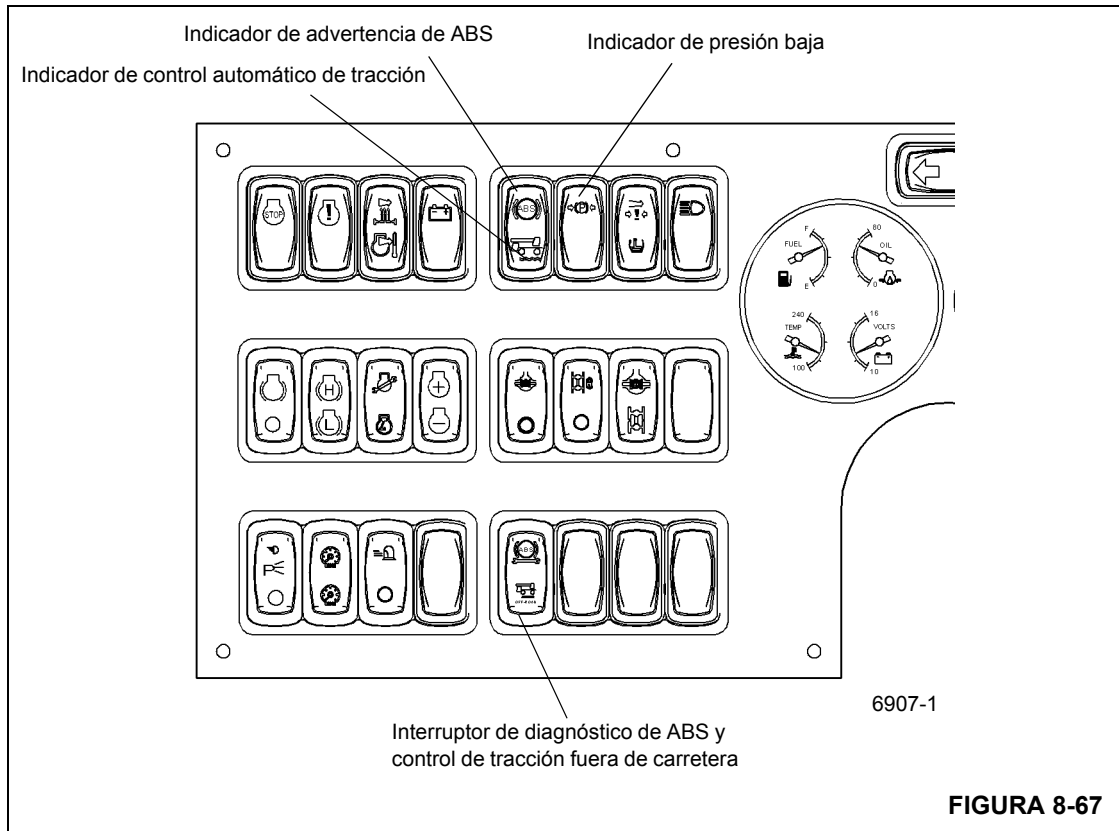

FIGURA 8-67
1. Vacíe todos los depósitos a cero (0) psi abriendo las válvulas de vaciado. Si aún no está aplicado, el freno de estacionamiento se aplicará conforme se vacíe el sistema. Asegúrese de que los frenos de estacionamiento estén aplicados en todas las ruedas traseras.
- a. El indicador de presión de aire baja (Figura 8-67) debe estar iluminado y una advertencia audible debe sonar hasta que ambos manómetros indiquen una presión neumática de 4.14 a 4.83 bar (60 a 70 psi).
3. Suelte el freno de estacionamiento oprimiendo el botón amarillo en la consola delantera (Figura 8-67). En las unidades equipadas con remolque de la pluma, oprima